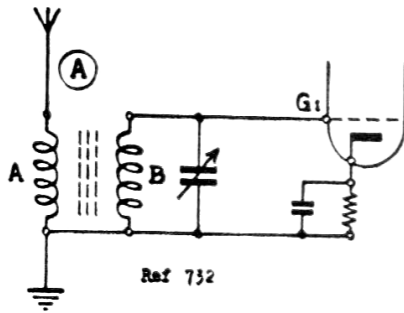
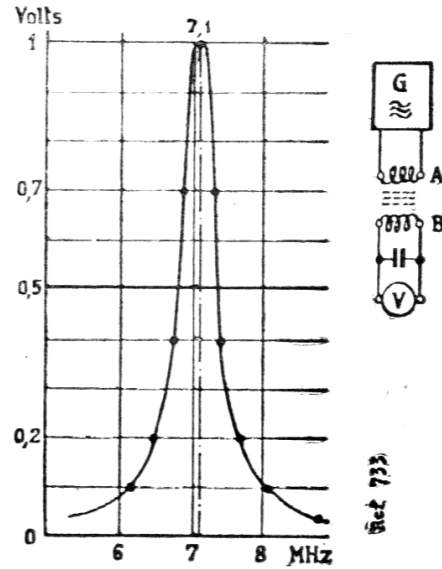
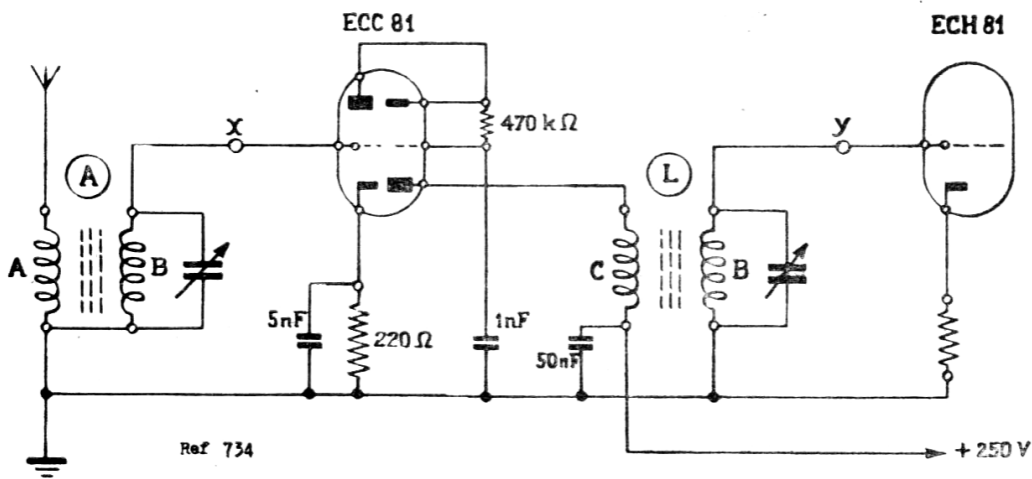

Figure 5
Figure 6
Figure 7
$10\,200 - 8\,600 = 1\,600$ kHz. Notre récepteur va donc recevoir en réalité deux fréquences celle de 7 et celle de 10,2 MHz, situées de part et d'autre de la fréquence d'oscillation (figure 4). Si 7 MHz est la fréquence à recevoir, celle de 10,2 MHz est appelée la *fréquence-image*. Pour empêcher la fréquence-image d'atteindre la changeuse de fréquence, il faut utiliser une « pré-sélection ». Dans le cas d'un convertisseur à 1 lampe, cette sélection s'effectue dans les *bobinages d'accord* (A) représentés par la figure 5. Les courants recueillis par l'antenne rejoignent la terre à travers le bobinage A. Par induction il se produit dans le circuit oscillant composé de la bobine B (couplée à A) et du CV, des tensions qui sont appliquées entre la grille et la cathode de la lampe. Ce circuit d'entrée possède une certaine « sélectivité » indiquée par la courbe de la figure 6 obtenue avec la bobine de 40 m, en alimentant la bobine A par un générateur et en mesurant la tension aux bornes du circuit oscillant à l'aide d'un voltmètre à lampes.
Le montage HF adopté est le « cascode » utilisant une double-triode ECC 81 d'après le montage de la figure 7. Nous utilisons deux jeux de bobines que nous appellerons A (antenne) et L (liaison). Pour ceux qui ne voudront pas utiliser d'étage HF, il suffira de relier les points X et Y, en supprimant tout ce qui se trouve entre ces 2 points (et nous retrouvons le schéma de la figure 5).